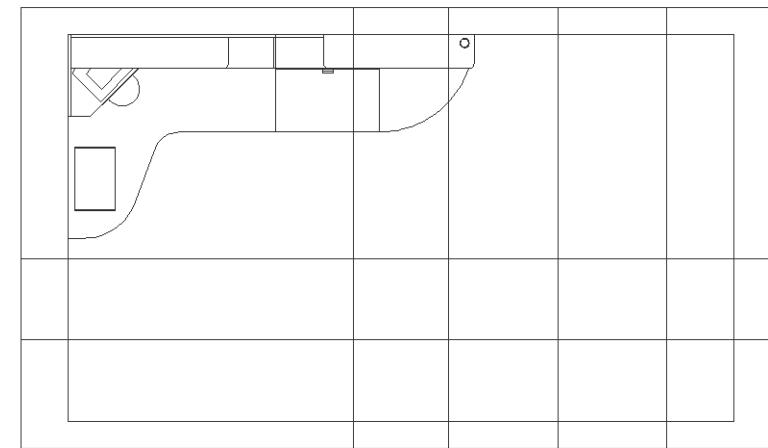

Рис. 7.4 ▼ Вспомогательные линии для создания дверных проемов созданы
12. Снова воспользуйтесь командой **Подобие** (OFFSET) для смещения нижней горизонтальной линии контура наружных стен вверх на 800 мм, а затем полученную линию сместите еще раз вверх на 600 мм. Результат должен быть таким, как показано на рис. 7.4.